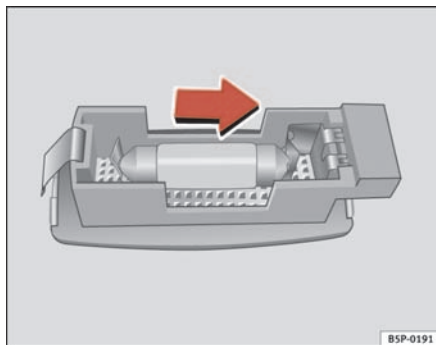

Fig. 199 Desmontagem da luz da pala do sol
- Retire a luz com cuidado, utilizando a parte plana da chave de fendas, tal como indica a figura ⇒ fig. 199.
- Retire a lâmpada, movendo-a no sentido da seta e para fora ⇒ fig. 199. ■